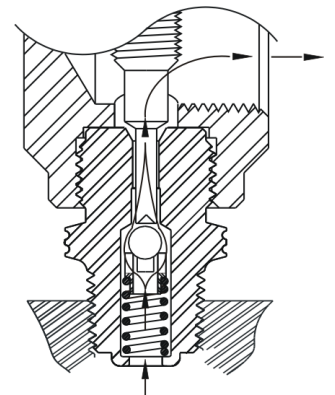

FIGURA 3
2. Después de tocar la esfera, gire la manija del brazo un (1) giro completo adicional para permitir la ventilación completa. (Ver Figura 3.)